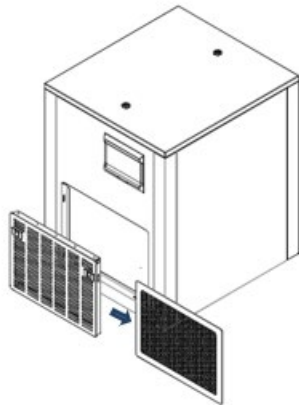

Figure 1
- Schematische Darstellung zum Entfernen des Edelstahlfilters (Bild 1): Drücken Sie die beiden Schnallen am Lüftungsfenster vorsichtig in die Mitte und entfernen Sie das Lüftungsfenster. Ziehen Sie dann den Filter an der Seite des Lüftungsfensters heraus.